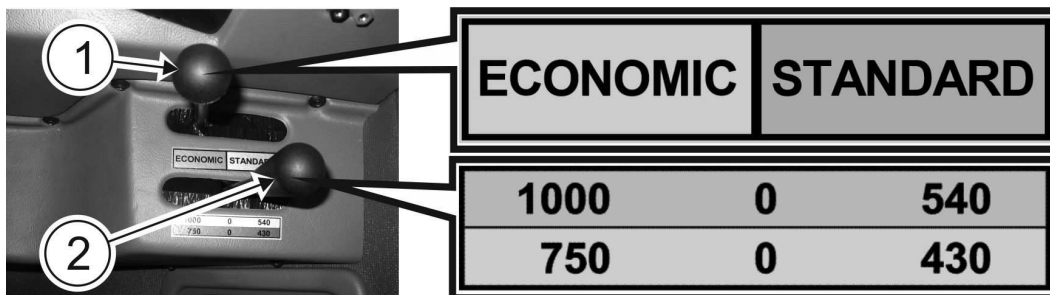

ABB. 3.33 Einschalthebel für die Einstellung der Zapfwellenantrieb-Drehzahl: 430, 540, 750 bzw. 1000 U/min.
- Mit dem Hebel **1 (Abb. 3.33)** den gewünschten Zapfwellenantrieb-Drehzahlbereich 540/1000 U/min einstellen (Graubereich auf dem Piktogramm neben dem Hebel) oder 430/750 U/min (Grünbereich auf dem Piktogramm neben dem Hebel)
- Mit dem Hebel **2 (Abb. 3.33)** die gewünschte Drehzahl im gewählten Zapfwellenantrieb-Drehzahlbereich wählen
BEMERKUNG: Die Mittelstellung des Hebels 2 (Abb. 3.33) ist Nullstellung. Wenn der Schalter in dieser Position gelassen wird, wird der Zapfwellenantrieb ausgeschaltet. Der Hebel 2 für die Einstellung der Drehzahl des Zapfwellenantriebs (ABB. 3.33) darf nicht fürs Ein- und Ausschalten des Zapfwellenantrieb eingesetzt werden.